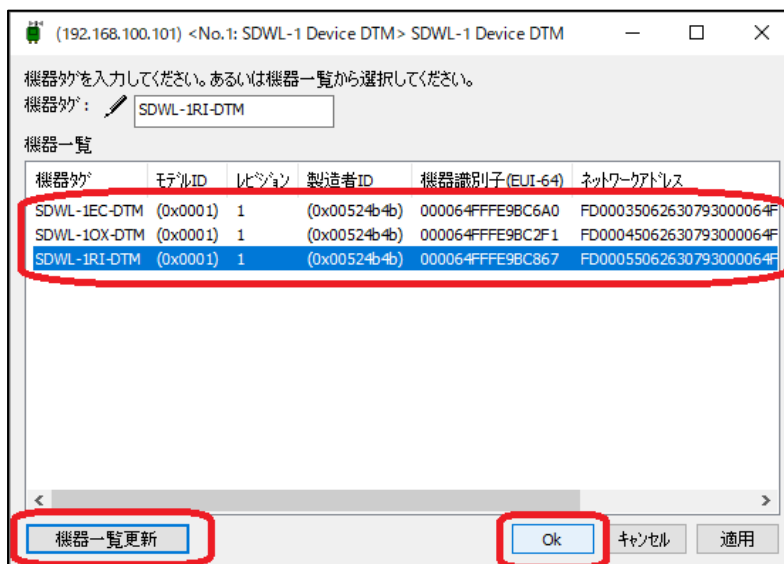

図 5-49 機器タグ変更 (SWL-1RI-DTM を選択した場合)
- ⑪ 機器一覧から接続したい SDWL-1 を選択し、「OK」を選択します。(図 5-49)